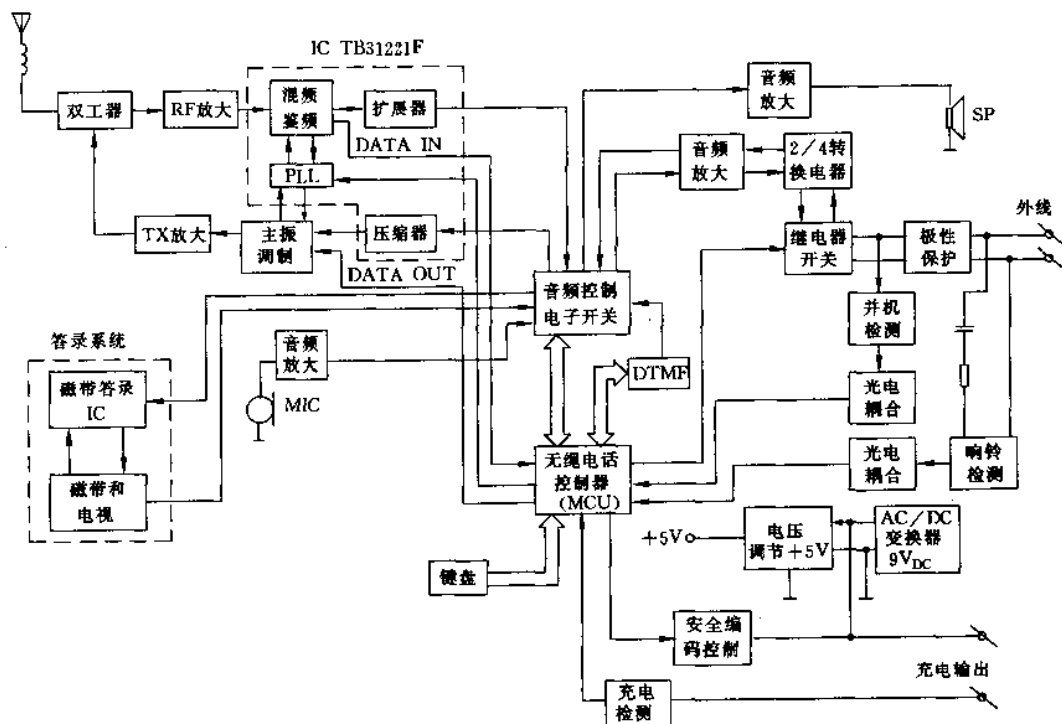

图 2-102
(2)磁带型答录系统的构成框图如图 2-102 所示,图中,TB31221F 是超大规模集成电路,它将混频器、鉴频器、锁相环、压缩器和扩展器等几个功能电路集中在一个 IC 的芯片中,从而大大简化了电子线路。从图中可以看出,磁带型答录系统的无绳电话主机中只用了一个微型处理器,其主机的收发功能和自动应答功能是集中控制的。显然,在技术处理上(如硬件设计和软件设计),磁带答录系统要比数字答录系统简单一些,由于磁带在操作过程中要有一个倒带或进带过程,因此其操作没有数字系统来得快捷方便。